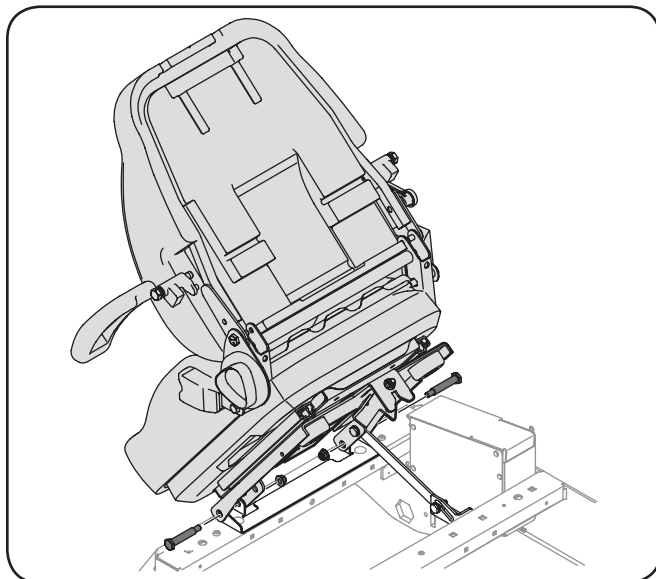

Figure 3-9
1. Retirez les deux écrous autobloquants et les boulons à épaulement du sac contenant le manuel. Voir Figure 3-9.
2. Faites basculer le siège vers l'arrière en position de conduite, puis fixez le siège. Voir Figure 3-9.